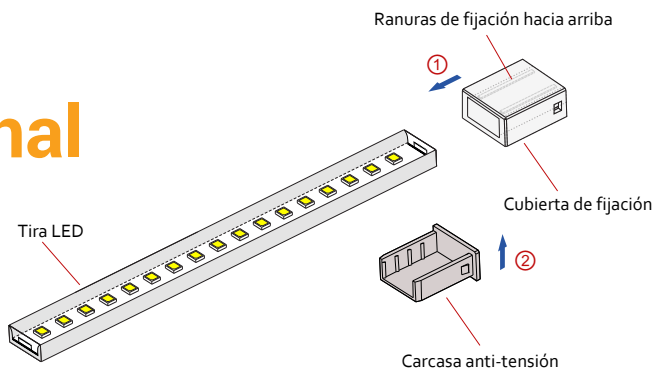

Fig. 5.1
- Fig. 5.1 — Por favor, realice el montaje de acuerdo a los pasos ① ② ③ ④ ⑤ y asegúrese de que las dos ranuras de fijación estén hacia arriba.